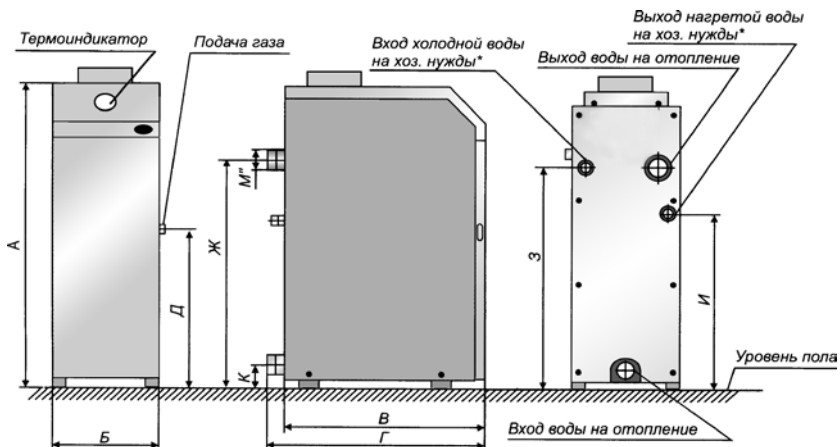
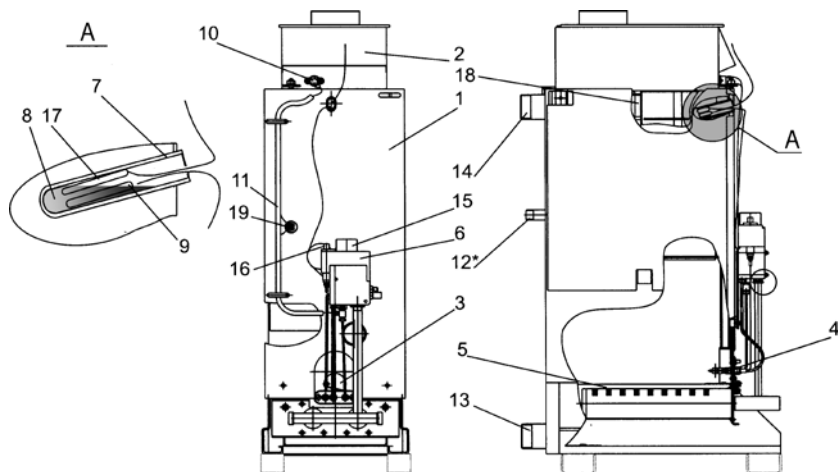
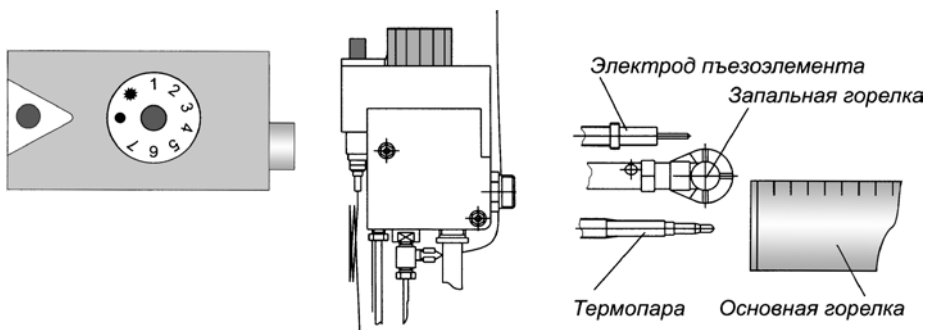

Рис. 1. Общий вид котла «VEGA»
Рис. 2. Схема конструкции котла «VEGA»
Рис. 7.
- 5.1. Котел, рис.1 выполнен в виде напольного шкафа прямоугольной формы, лицевая сторона которого закрыта дверкой, обеспечивающей доступ для запуска котла и управления его работой.
- Котел состоит из следующих основных частей: корпуса котла поз.1 рис.2, который состоит из топки и теплообменника. В теплообменнике котла установлены турбулизаторы поз.18 для наиболее полного отбора тепла при сжигании природного газа и передачи его теплоносителю; газохода поз.2; горелок: основной поз.5 и запальной поз.4; автоматики безопасности с газовым клапаном поз.6; патрубков подвода поз.13 и отвода теплоносителя поз.14. В котлах с встроенным водонагревателем предусмотрены присоединительные патрубки поз.12. На лицевой части корпуса котла расположено смотровое окно поз.3 для контроля за розжигом и работой котла. Стаканчик поз.7, в котором установлен баллон термоиндикатора поз.17 и термобаллон поз.9 газового клапана служащий для управления его работой. Термостат (датчик тяги) поз.10 служит для обеспечения его безопасной работы. Для наиболее полного отбора тепла, снаружи корпус котла покрыт теплоизоляцией и декоративным стальным кожухом, покрытым порошковой эмалью. В верхней части кожуха котла установлен термоиндикатор, для контроля температуры воды в котле, рис.1.
5.2. Водонагреватель 12 (рис. 2) работает по принципу «вода-вода», т.е. температура воды,
- 6.8. При установке котла в систему отопления с открытым расширительным сосудом, установка датчика перегрева (п.19, рис. 2) не требуется, при условии, что отказ термостата управления не вызывает опасную ситуацию для пользователя или повреждение котла (ГОСТ Р 51733-2001).
Перед запуском котла, необходимо проверить наличие машинного масла в стакане корпуса котла поз.7 рис. 2.
Изначальное положение круглой рукоятки управления рис.7 в позиции «выключено» (●)
Рис. 7 а
Поверните рукоятку управления против часовой стрелки в позицию розжига () рис.7 а. Нажмите рукоятку управления до упора и не отпуская ее, нажмите кнопку пьезорозжига (на запальной горелке должен появиться факел пламени). Не отпускайте рукоятку управления в течение 20-30 с. Отпустите рукоятку управления и проверьте наличие пламени на запальной горелке. Если нет пламени, повторите данную операцию, увеличивая время удерживания нажатой рукоятки управления.
Рис. 7 б
Для включения основной газовой горелки плавно поверните рукоятку управления против часовой стрелки до положения 1...7 (рис.7 б). Максимальная температура теплоносителя соответствует цифре 7 на рукоятке управления. Температуру контролируйте термоиндикатором (рис.1), регулировку температуры теплоносителя (воды) осуществляет термостат газового клапана через термобаллон поз.9, рис.2, вставленный в стаканчик корпуса котла поз.7, рис.2.